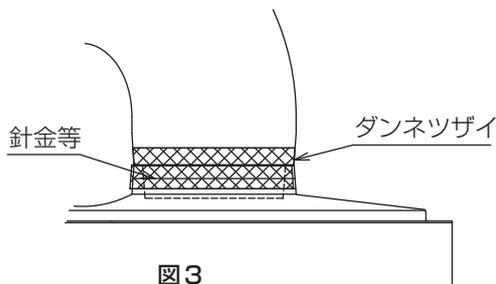

図3
4. 接続部分及び針金部分に付属のダンネツザイを巻いてください。（図3）